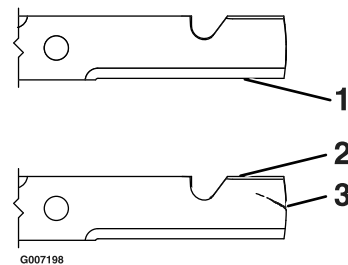

Bild 44
1. Untersuchen Sie die Schnittkanten (Bild 44). Bauen Sie die Schnittmesser aus und schärfen sie, wenn die Kanten nicht scharf sind oder Kerben aufweisen, siehe „Schärfen der Messer“.
2. Prüfen Sie die Schnittmesser, insbesondere den gebogenen Bereich. Montieren Sie, wenn Sie Schäden, Verschleiß oder Rillenbildung in diesem Bereich feststellen (Bild 44), sofort ein neues Schnittmesser.